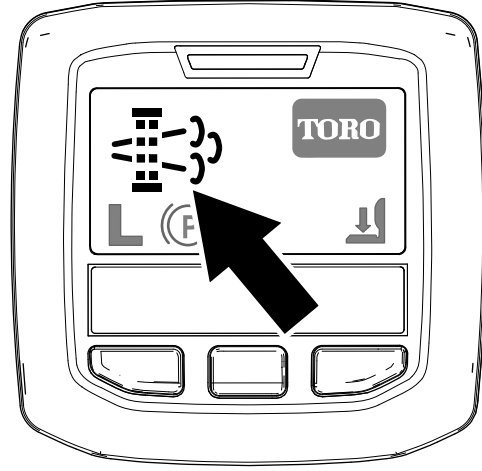

Figure 39
- L'icône de régénération en stationnement s'affiche dans l'InfoCenter (Figure 39).